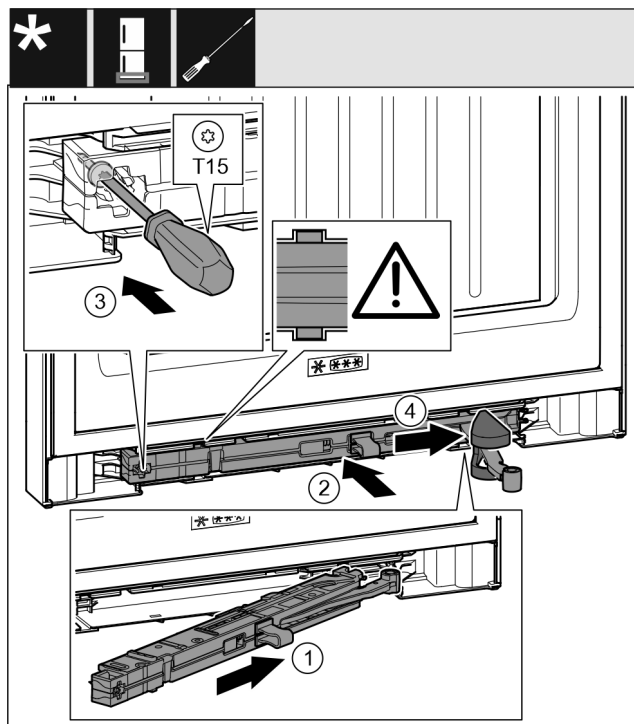

Fig. 48
- ▶ Tolja be ferdén, ütközésig a záráscsillapító egységet Fig. 48 (1) a mélyedésbe a csapágybak felőli oldalon.
- ▶ Tolja be teljesen a mélyedésbe a záráscsillapító egységet Fig. 48 (2).
- ▶ Húzza meg a csavart Fig. 48 (3) csavarhúzóval.
- ▶ Tolja rá a csuklóra a fedelet Fig. 48 (4).